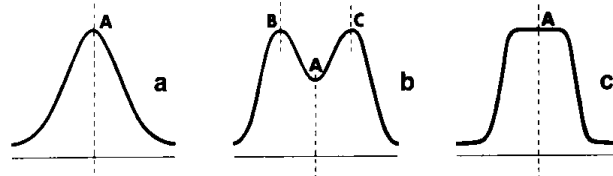

Abb. 41
- A) Frequenzgang der Primärspule bei kurzgeschlossener Sekundärspule. Der Knopf des Schiebeschalters muß nach rechts zeigen und der Tastschalter gedrückt werden. Wenn du jetzt den linken Skalenknopf langsam von einem Anschlag zum anderen drehst, siehst du, daß die Lampe bis zu einer maximalen Helligkeit aufleuchtet und dann wieder an Helligkeit verliert. Dies ist graphisch in Abb. 41 a dargestellt. Bei Punkt A brennt die Lampe am hellsten. Bei diesem Punkt liegt die Resonanzfrequenz der Primärwicklung.
- B) Frequenzgang der Primärspule bei nicht kurzgeschlossener Sekundärspule. Der Schiebeschalter zeigt wieder nach rechts, aber der Tastschalter darf nicht gedrückt werden. Wenn du jetzt den linken großen Skalenknopf drehst, geschieht folgendes: Bis zu einem gewissen Punkt (B) steigt die Lichtstärke der Lampe an, dann nimmt die Helligkeit ab (A) und erreicht noch einmal einen maximalen Wert (C), graphisch in Abb. 41 b dargestellt.
- C) Frequenzgang des Bandfilters. Der Schiebeschalter zeigt nach links, und der Tastschalter darf nicht gedrückt werden. Wenn du den linken Skalenknopf drehst, wird die Lampe heller, behält längere Zeit ihr Maximum (A) und geht wieder aus (Abb. 41 c).